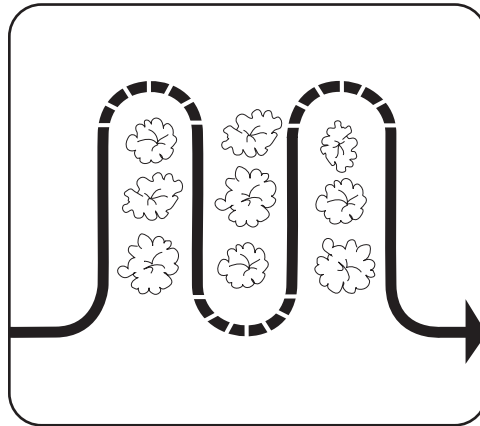

Figura 4-15
- Si realiza la planificación, podrá dejar suficiente espacio entre las filas a cultivar. Deje espacio para el ancho de la cubierta, más suficiente espacio adicional para crecimiento futuro de las plantas. Consulte la Figura 4-15.